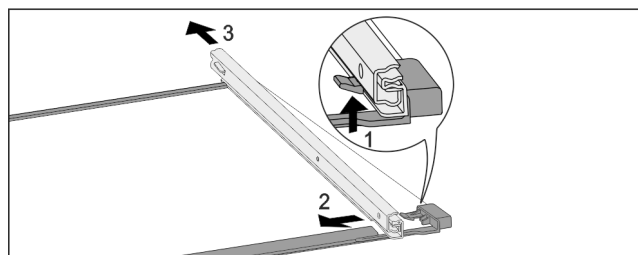

Fig. 157 Glasplatte mit Schienen
- Vorderen Rasthaken nach oben drücken. Fig. 157 (1)
- Auszugsschiene zur Seite Fig. 157 (2) und nach hinten Fig. 157 (3) wegschieben.